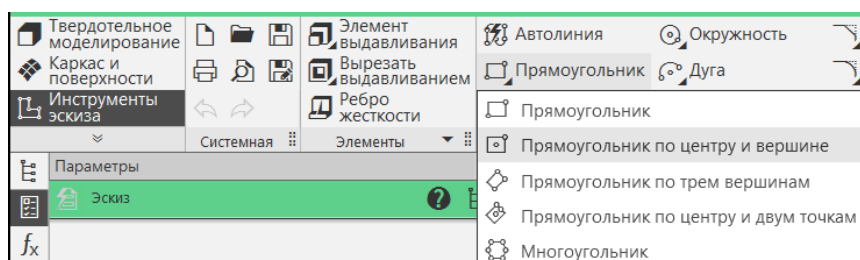
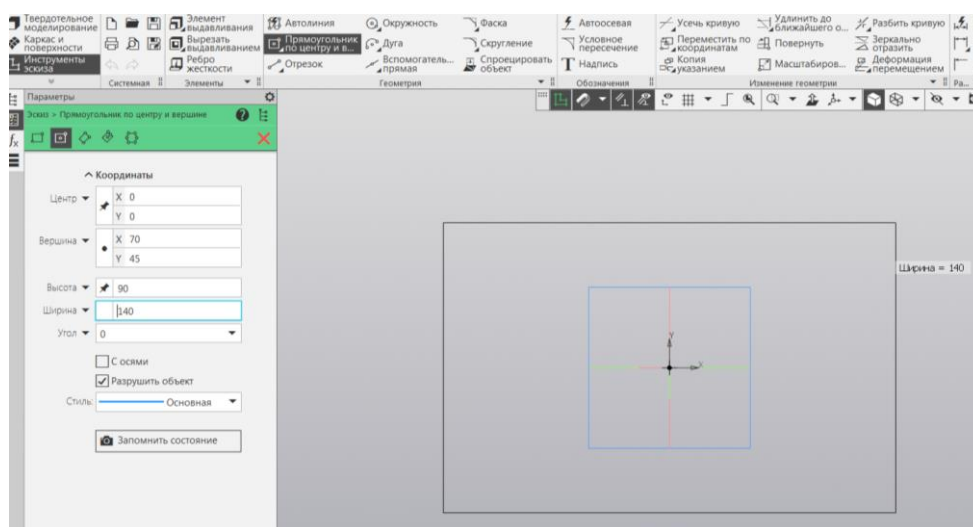

Рисунок 6 – Вызов опции Прямоугольник по центру и вершине
Рисунок 7 – Ввод параметров прямоугольника
5. Активируйте опцию – Прямоугольник по центру и вершине (рисунок 6). Выделите курсором точку – центр начала системы координат, далее внесите значения высоты и ширины прямоугольника по варианту (рисунок 7).